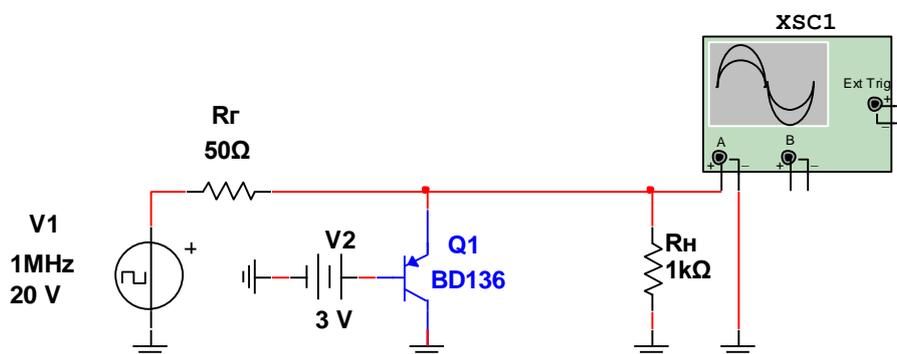

Рис. 2.9. Расчетная схема устройства ограничения на основе схемы (рис. 2.1)
Схемы устройств ограничения, регулирования и модуляции мощных импульсных сигналов, подлежащих исследованию в программной среде Multisim 11.0, приведены на рис. 2.9–2.20.
4. Собрать в среде Multisim виртуальные макеты устройств, соответствующие выбранной базовой схеме (рис. 2.9÷2.20).